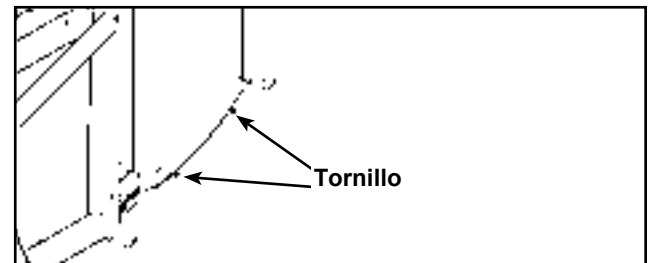

Figura 11
- A. Colocar cuidadosamente la cubierta nuevamente dentro de la posición respecto a dos tornillos inferiores. Ver Figura 11.